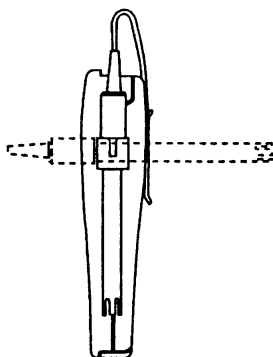

図 6 -電極はホルダーと共に異なる位置に取り付け可能
3. 電極ホルダーは別の位置にも取り付けることができます。図 6 を参照ください。